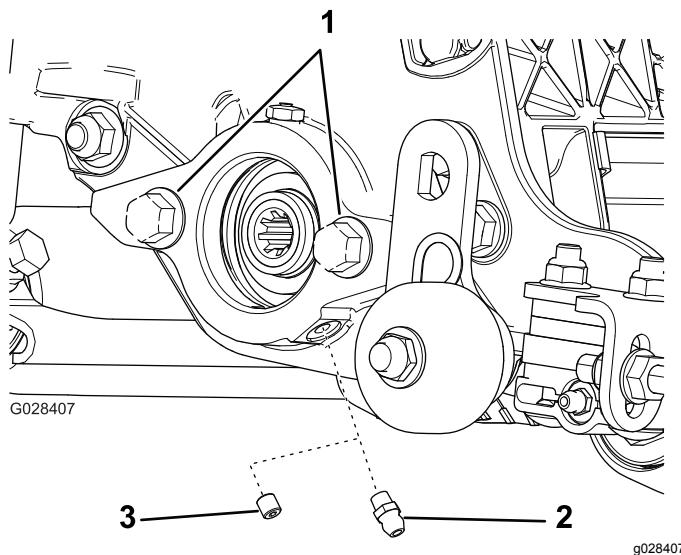

Bild 5
1. Entfernen Sie die Stellschraube an der Seitenplatte des Spindelmotors und werfen Sie sie weg (Bild 5).
2. Bringen Sie den geraden Schmiernippel an (Bild 5).
3. Wenn die Spindelmotor-Seitenplatte keine Schrauben hat, bringen Sie welche an (Bild 5).
Der Vertikutierer kann an jeder der fünf Stellen an der Zugmaschine montiert werden. In Bild Bild 5 ist die Ausrichtung des Antriebsmotors für jede Stelle abgebildet. An allen Stellen, an denen der Motor am rechten Ende des Vertikutierers montiert werden muss, müssen Sie ein Gegengewicht am linken Ende des Vertikutierers installieren. An Stellen, an denen der Motor am linken Ende montiert werden muss, müssen Sie ein Gegengewicht am rechten Ende des Vertikutierers installieren.